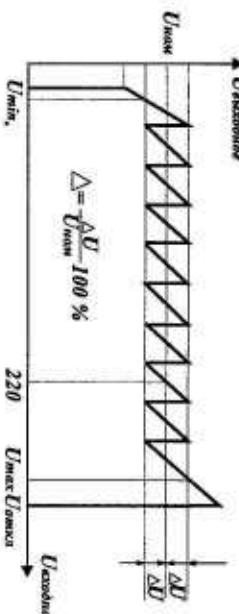

Рисунок 1. Общая диаграмма работы нормализатора.
• монтажная клеммная колодка: на нормализаторах серии BREEZE на боковой части корпуса (рисунок 1); на нормализаторе серии NORMIC снизу (рисунок 3) и на серий SHTEEL, CALMER и FLAGMAN сверху (рисунок 4) находится выдвижная панель, с захваченной на ней монтажной клеммной колодкой;